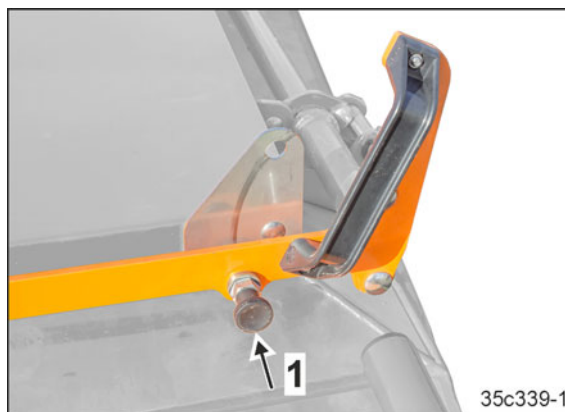

Fig. 260
4. Acordați atenție ca bolțul tensionat cu arc să se înclicheteze (Fig. 260/1).